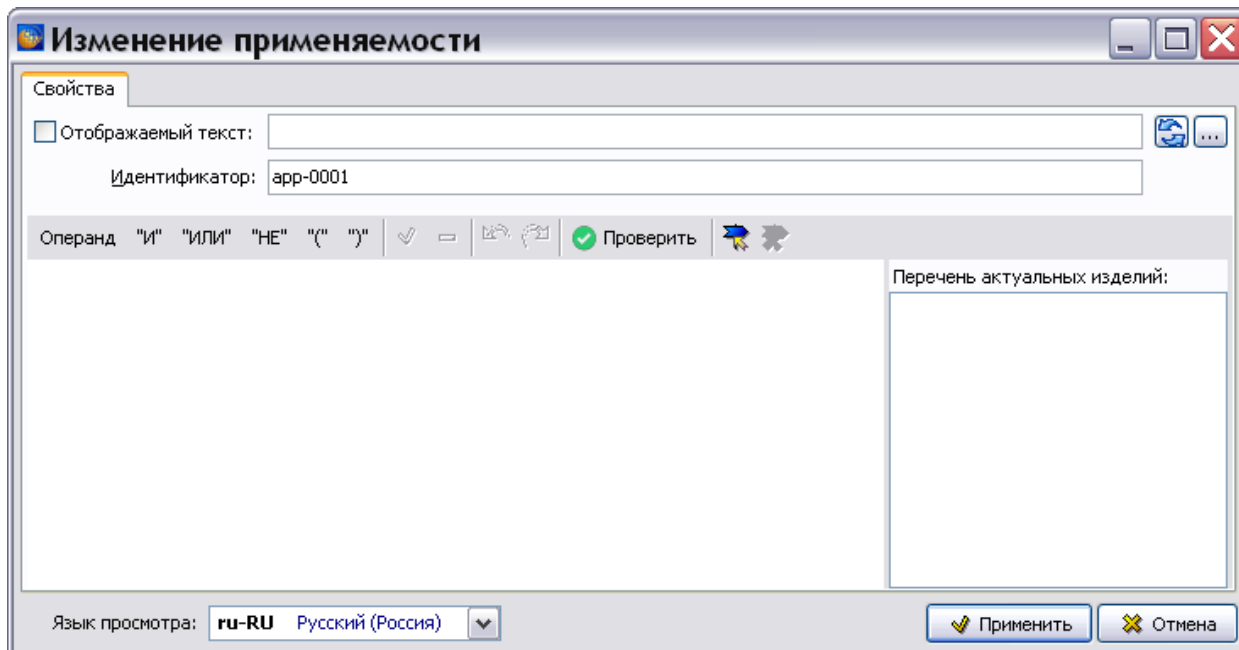

Рис. 22.48
4. Нажмите на кнопку **Редактировать применимость**  справа от поля **Применимость**. При этом откроется диалоговое окно **Изменение применимости** (Рис. 22.48).